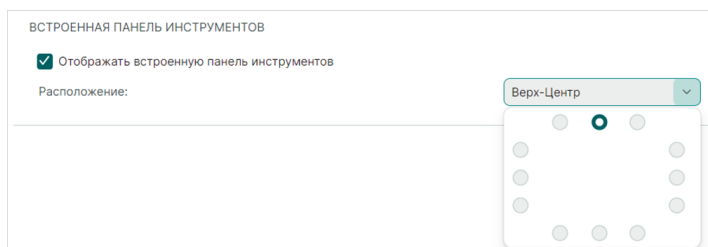

Рис. 81 Настройки встроенной панели
- «Встроенная панель инструментов» – настройки включения/выключения отображения встроенной панели инструментов и выбор расположения данной панели в окне редактора, см. Рис. 81.